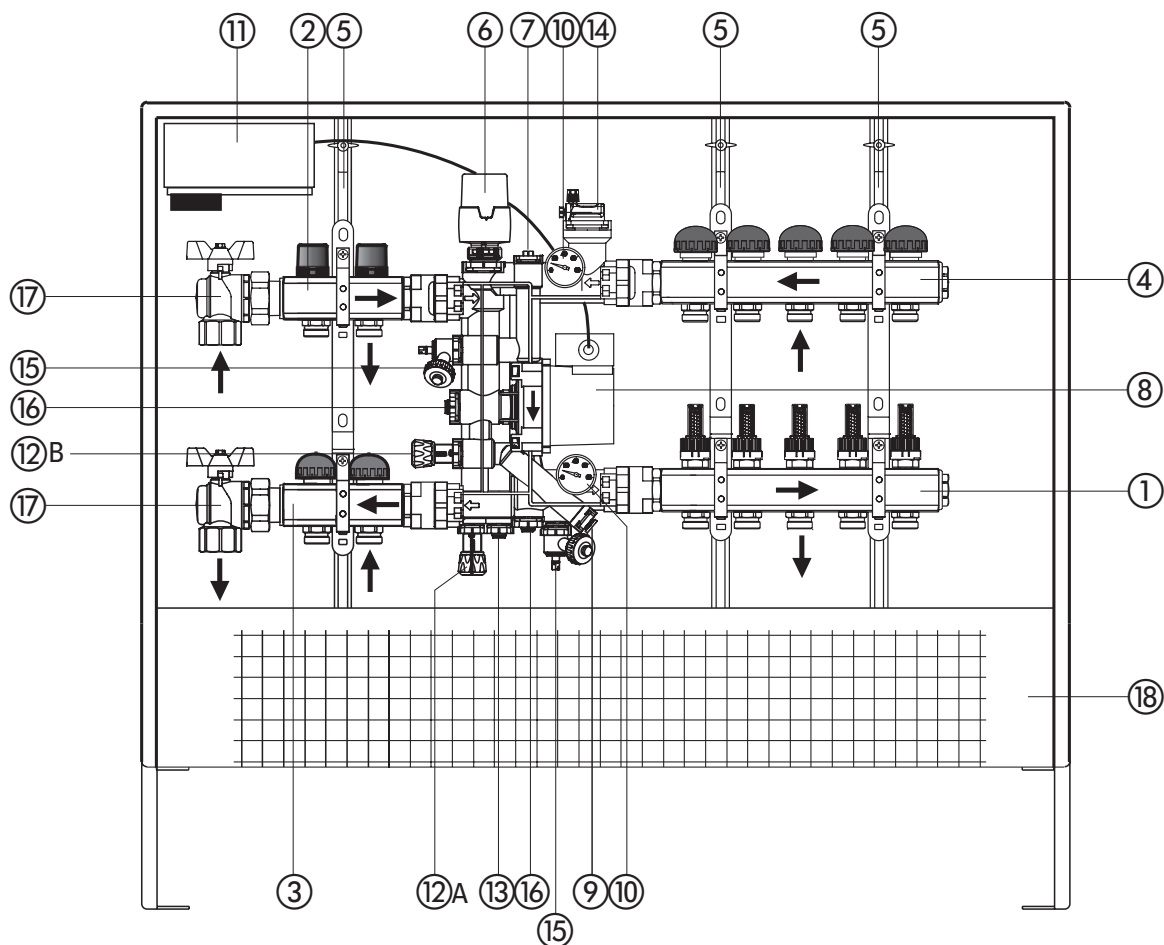

Рис. 1
- 3.3 Регулировка регулировочного клапана (см. № 7 Рис. 1).
- 3.4 Регулировка запорного регулировочного клапана высокотемпературного контура (см. № 13 Рис. 1)